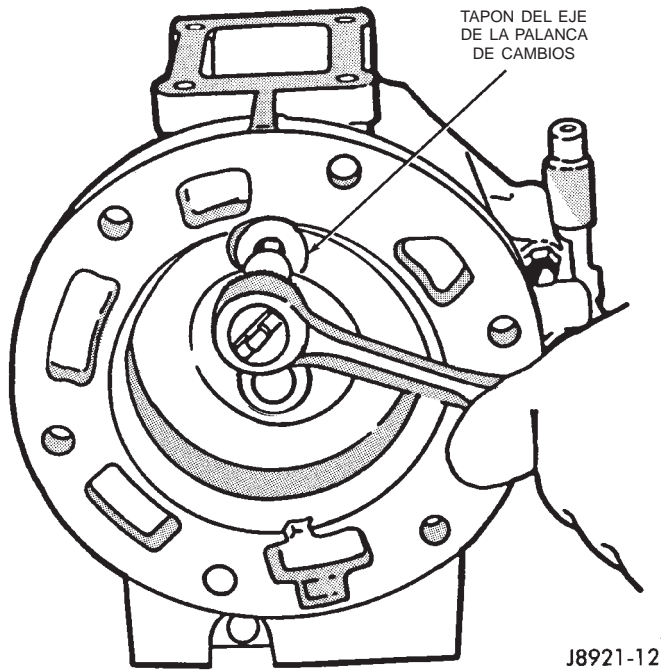

Fig. 24 Desmontaje del tapón del eje de la palanca de cambios
- (12) Retire el tapón del eje de la palanca de cambios (Fig. 24).